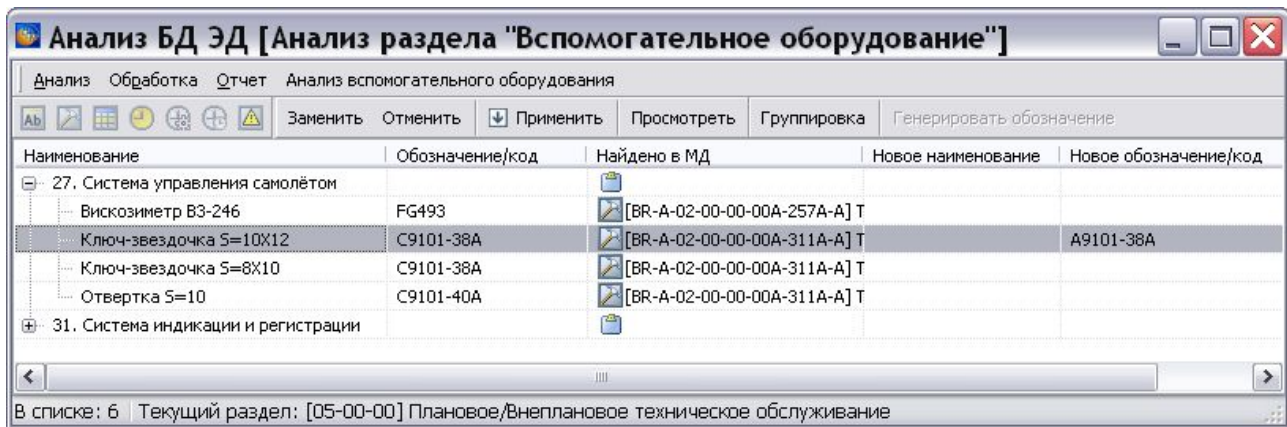

Рис. 8.173
5. Нажмите на кнопку **Заменить**. После этого новые обозначения будут отображены в таблице данных (столбец **Новое обозначение/код**) (Рис. 8.173).